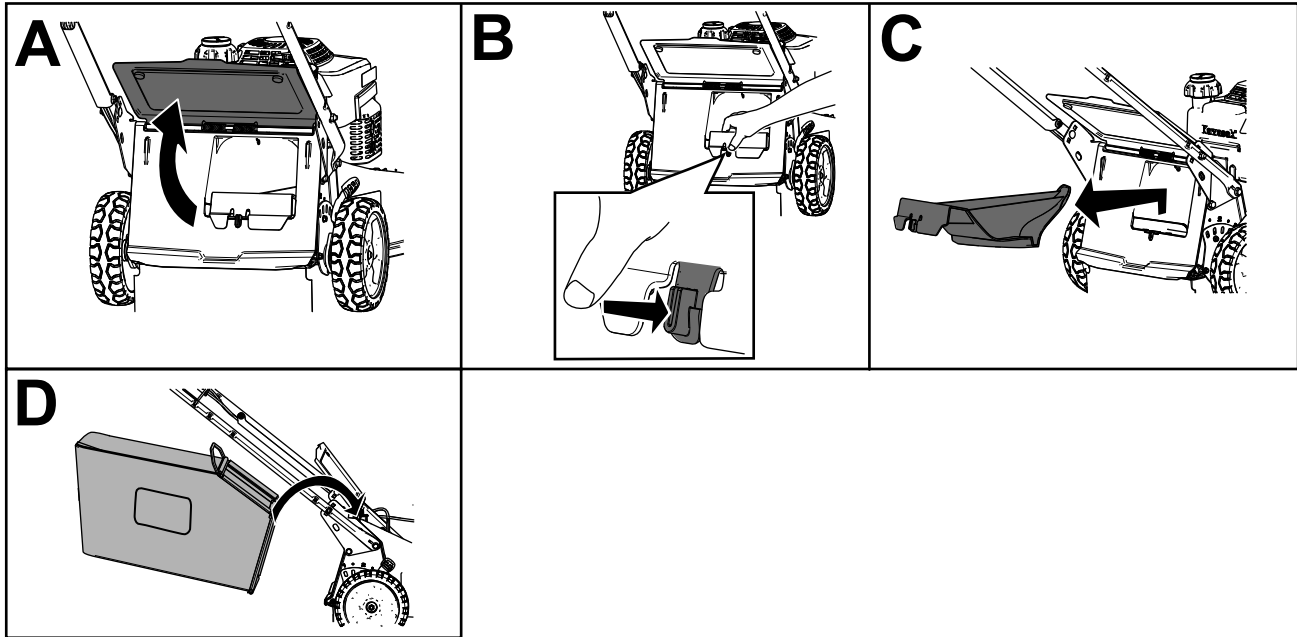

Figure 16
2. Soulevez le déflecteur arrière et maintenez-le dans cette position (A de Figure 16).
3. Retirez l'obturateur d'éjection arrière en appuyant sur le verrou avec le pouce et en tirant l'obturateur hors de la machine (B et C de Figure 16).
4. Placez les extrémités de la tige du bac dans les crans à la base du guidon et basculez le bac d'avant en arrière pour vous assurer que les extrémités de la tige sont bien engagées au fond des deux crans (D de Figure 16).